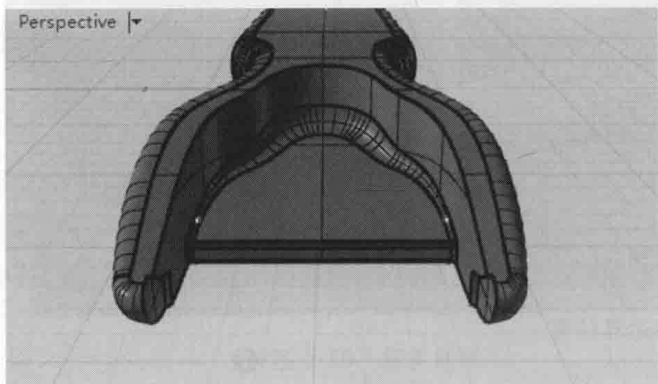

图 5-89 圆角效果
(3) 右击,在命令栏中选择【新增控制杆】命令,然后利用 ☒ 点 捕捉与 ☒ 中点 捕捉,在如图 5-87 所示的位置新增两个控制杆,然后选择半径并将其改为 1.2。右击,再选择中点处的控制杆,如图 5-88 所示。右击并确认,圆角效果如图 5-89 所示。